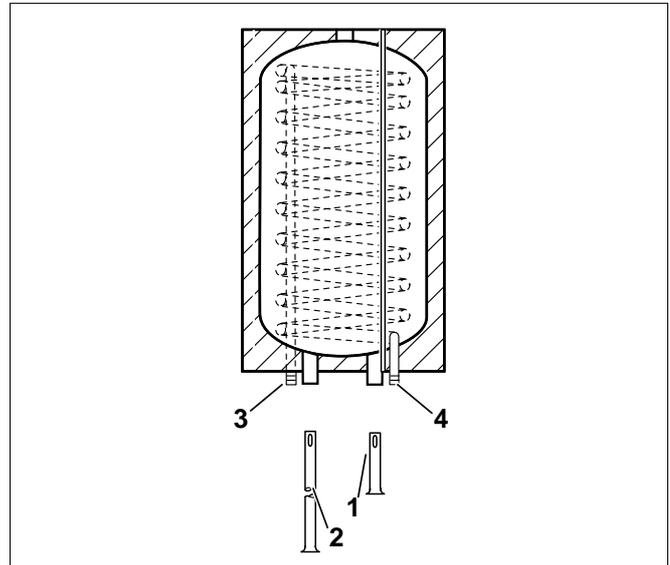

Fig. 8 Attacco dal basso (montaggio laterale dell'accumulatore)
- Inserire il tubo ad immersione lungo dal basso in AB (Fig. 8, Pos. 2)
- Inserire il tubo ad immersione corto dal basso in EK (Fig. 8, Pos. 1).
Legenda Fig. 8: attacco dal basso